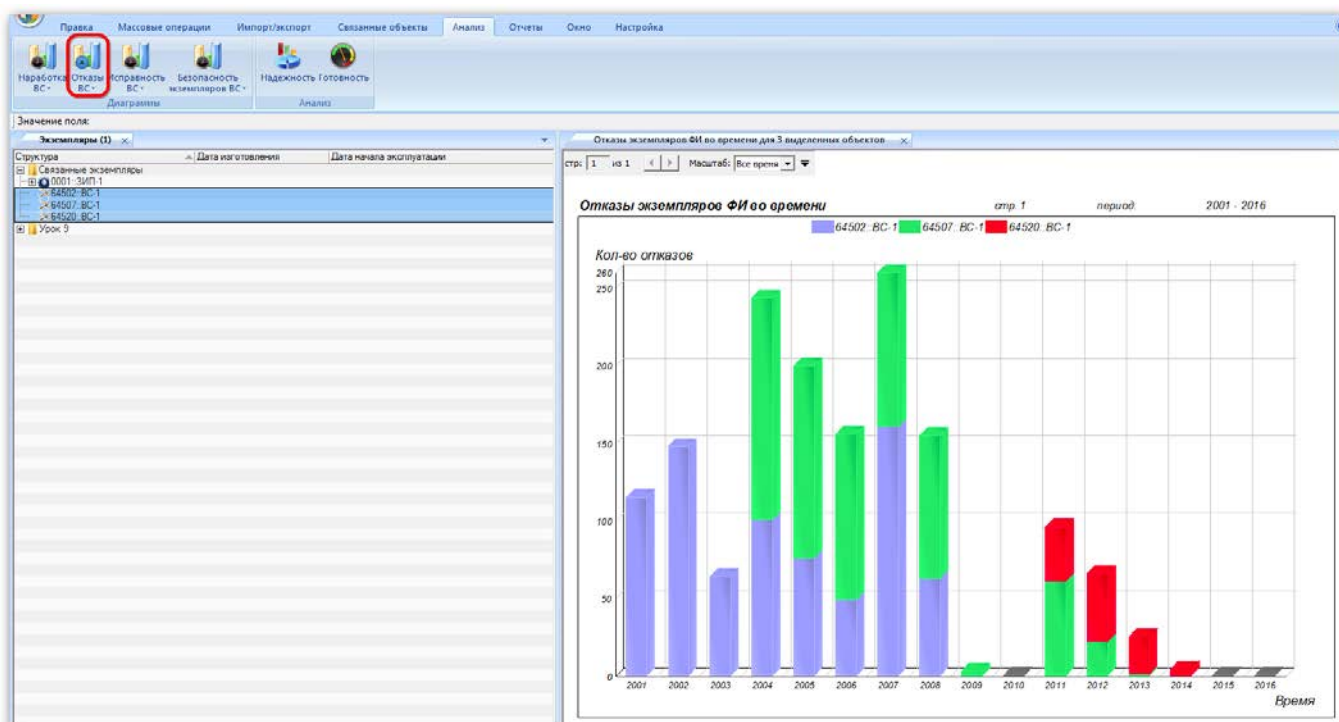

Рис. 13-324 – Построение диаграммы по отказам
4) В отдельном рабочем окне отображается диаграмма по отказам (рис. 13-324). Краткое описание инструментов панели «Файл» для диаграмм приведено в пункте «Панель «Диаграммы»», стр. 62.